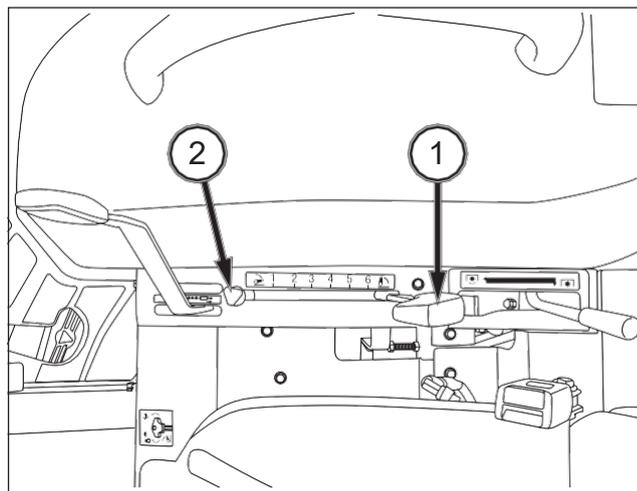

FIG. 60
FIG. 60: La palanca de control de posición del enganche de tres puntos (1) mantiene la posición del enganche a una altura constante respecto al tractor. Desplace la palanca de control de posición (1) hacia atrás para elevar el enganche (y el equipo). Desplace la palanca hacia adelante para bajar el enganche en la posición escogida. Cada ajuste de la palanca da una posición particular al enganche (y al equipo).